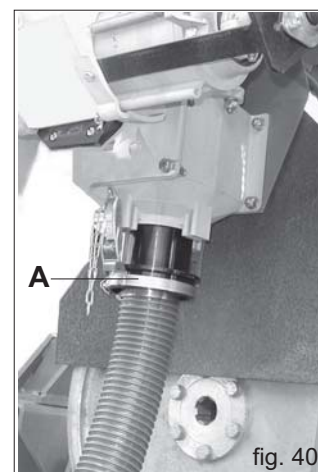

fig. 40
- Scoateți dispozitivul de siguranță al cadrului lateral (2 Fig. 40), și așezați-l de-a lungul cadrului lateral așa cum este arătat în Figura 42;
- Blocați cadrele laterale cu ajutorul barei de blocare (2 Fig. 40), blocându-o cu dispozitivele de siguranță furnizate (șplinturi și bolțuri de arc).